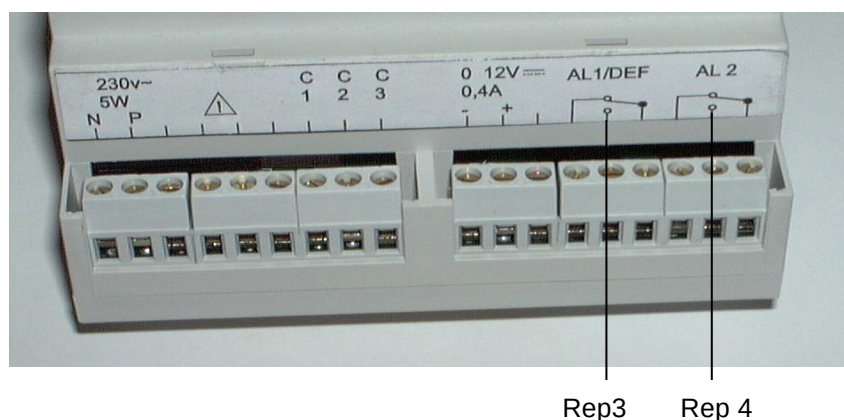

Figure 4
Ce relais est équipé de contacts RCT disponibles sur le bornier du SV 4B (rep 3, Figure 4).
- Le relais 2 (REL 2) correspond uniquement au deuxième seuil gaz. Ce relais est équipé aussi de contacts RCT disponibles sur le bornier du SV 4B (rep 4, Figure 4).